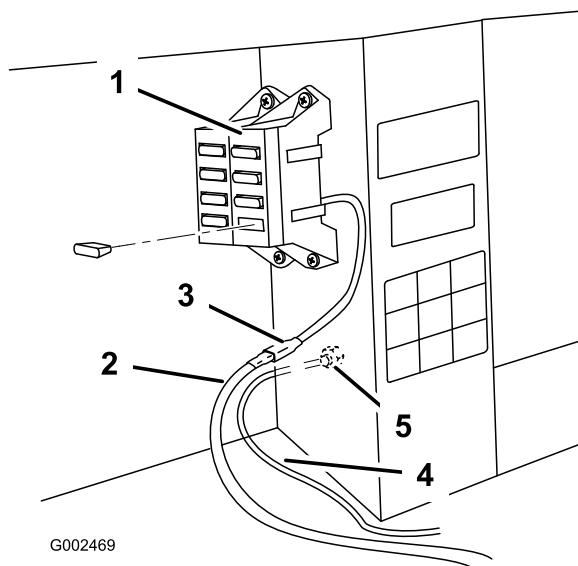

Figura 22
- Collegate l'anello del filo nero alla vite di massa (Figura 22).